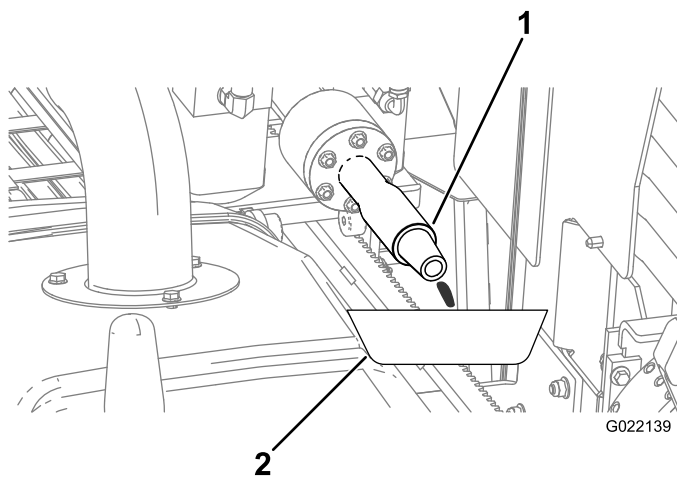

Figura 149
- B. Coloque un recipiente debajo del husillo de perforación para el anticongelante sobrante (Figura 149).
- D. Cuando salga anticongelante del husillo de perforación (Figura 149), apague la bomba.